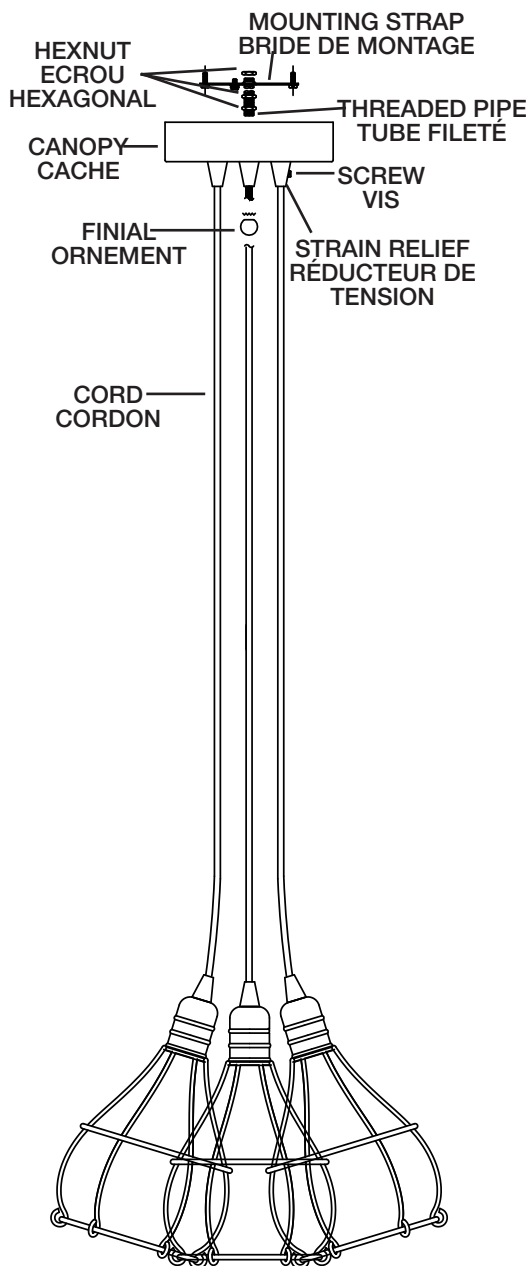
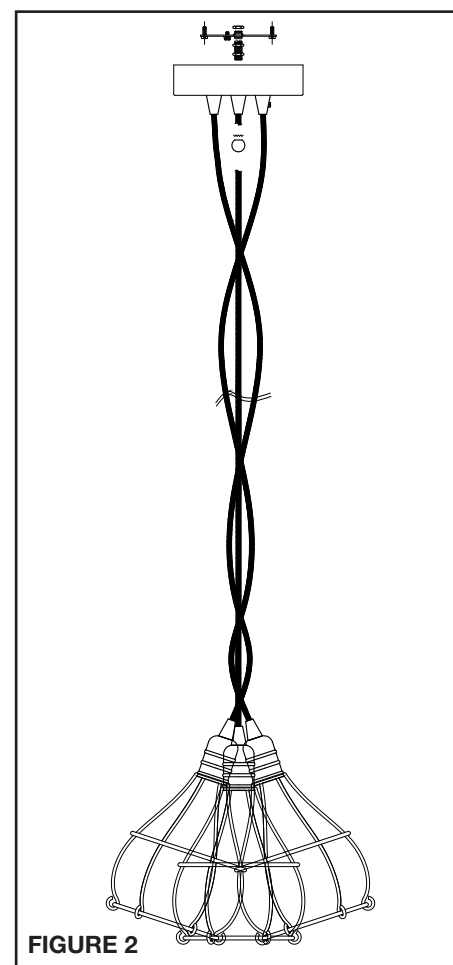

FIGURE 1
FIGURE 2
- 10) Les luminaires peuvent 1) pendre avec des cordes droites (voir l'illustration de la Figure 1) ou 2) les cordes peuvent être tressées ensemble (voir l'illustration de la Figure 2).